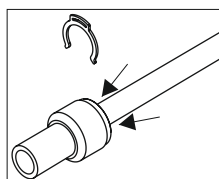

Рис. 2
- 2) Фланецът на бързата връзка да се натисне симетрично (рис. 2).